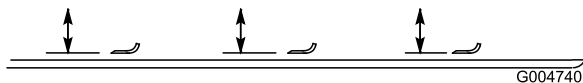

Figura 86
2. Rode a lâmina até que as suas extremidades se encontrem viradas para a frente e para trás (Figura 86). Meça a distância entre o interior da unidade de corte e a parte cortante na zona dianteira da lâmina. Anote esta medida.